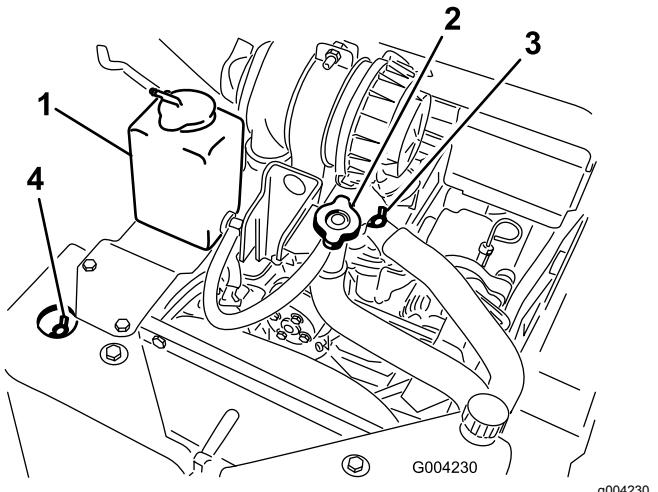

Рисунок 51
- A. Снимите крышку заливного отверстия охлаждающей жидкости (Рисунок 51).
- B. Откройте передний и верхний воздуховыпускные клапаны системы охлаждения (Рисунок 51).
- тех пор, пока охлаждающая жидкость не начнет выходить из переднего воздуховыпускного клапана системы охлаждения (Рисунок 51).
- D. Закройте передний воздуховыпускной клапан системы охлаждения (Рисунок 51).
- E. Заливайте охлаждающую жидкость в горловину заливного отверстия до тех пор, пока охлаждающая жидкость не начнет выходить из верхнего воздуховыпускного клапана системы охлаждения (Рисунок 51).
- F. Закройте верхний воздуховыпускной клапан системы охлаждения (Рисунок 51).
- G. Заливайте охлаждающую жидкость в горловину заливного отверстия до тех пор, пока охлаждающая жидкость не покажется в отверстии горловины (Рисунок 51).
- H. Установите на место крышку заливного отверстия охлаждающей жидкости (Рисунок 51).